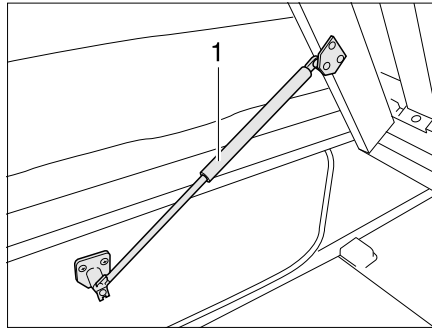

Fig. 177 Letto fisso
- Sollevare il telaio portamaterasso. Le molle a gas (Fig. 177,1) mantengono il telaio portamaterasso in posizione di apertura.